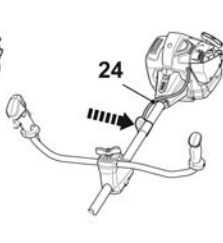

Fig.3
- > Fixe o cabo de controlo [24] ao suporte de suspensão (fig. 3).